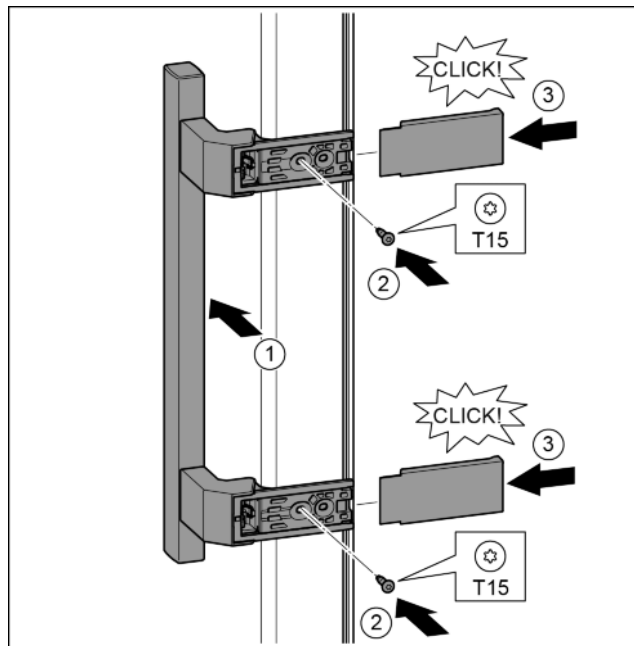

Fig. 39
- Postavite ručicu na suprotnoj strani. Fig. 39 (1)
- Odvijačem T15 čvrsto pritegnite vijke. Fig. 39 (2)
- Postavite pokrove bočno i natakните ih. Fig. 39 (3)